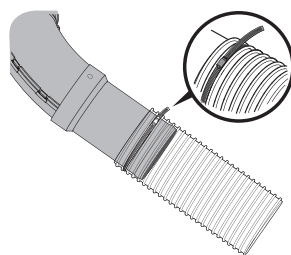

Figure 24
5. Installez la goulotte supérieure et la rallonge dans le boyau flexible comme indiqué dans la Figure 24. Placez le tout sur la bande autocollante en caoutchouc de la rallonge de la goulotte précédemment installée.
NOTE : Placez le collier de serrage de sorte qu'il s'aligne sur la bande autocollante en caoutchouc de la rallonge de la goulotte. Placez l'excédent du collier de serrage en bas vers l'intérieur et la vis de serrage du collier doit faire face vers l'extérieur. Voir l'encadré de la Figure 24.